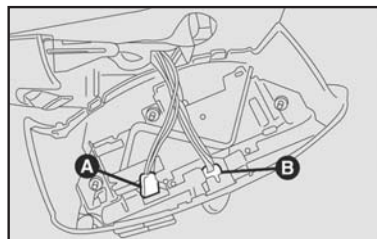

fig. 32
- Desligar os conectores elétricos **A** e **B-fig. 32**.